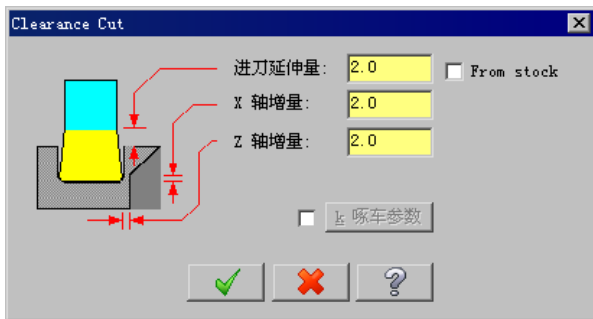

图 13.6.6 “Clearance Cut”对话框
- ☒ **第一刀直插 (C)** 按钮：单击此按钮，系统弹出图 13.6.6 所示的“Clearance Cut”对话框，用户可以通过该对话框设置第一刀下刀的参数。当此按钮前的复选框处于选中状态时可用。